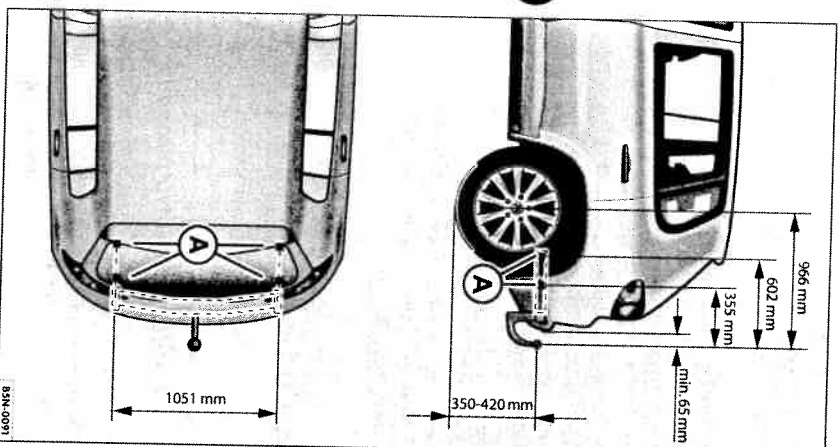

Fig. 31 Imagine de referință: Puncte de fixare a dispozitivului de remorcare.
Punctele de fixare ⇒ Fig. 31 ⓐ ale dispozitivului de remorcare se află în partea inferioară a autovehiculului.
- Datele din imagine $\Rightarrow$ pagina 53, fig. 31 "indică măsurile și punctele de fixare care trebuie respectate la montarea unui dispozitiv de remorcare".